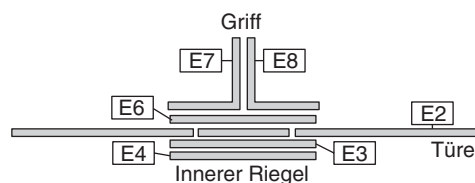

Abb. 4: Querschnitt Riegel
**Schritt 17:** Kleben Sie die beiden Teile 1 und 2 des inneren Riegels [E3 und E4, Bogen 7] mit ihren grauen Seiten kantengenau aufeinander (Abb. 4 zeigt den Aufbau von Riegel und Türe im Querschnitt).